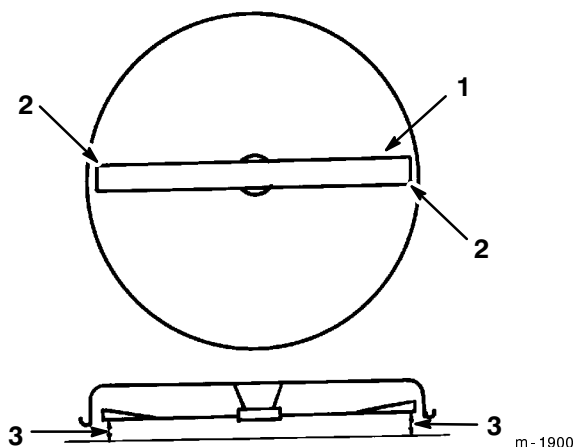

Figure 46
4. Tournez prudemment les lames pour qu'elles soient parallèles au sol (Fig. 46). Mesurez la distance entre les arêtes de coupe extérieures et le sol plat (Fig. 46). Si les valeurs obtenues diffèrent de plus de 5 mm, un réglage s'impose (voir les points 5 et 6).